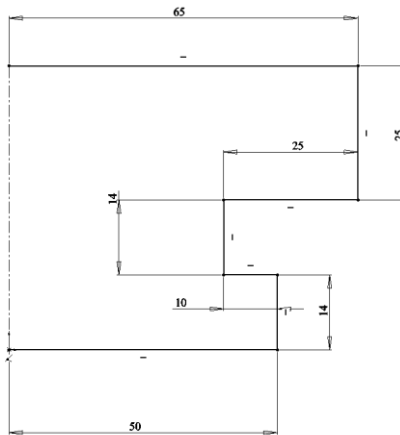

Рисунок 1.2. – Ескіз побудови
- вибрати команду побудови лінії та побудувати ескіз контуру, рис. 1.2;
- активізувати команду «**Centerline**» та провести осьову лінію, як показано на рис. 1.2;